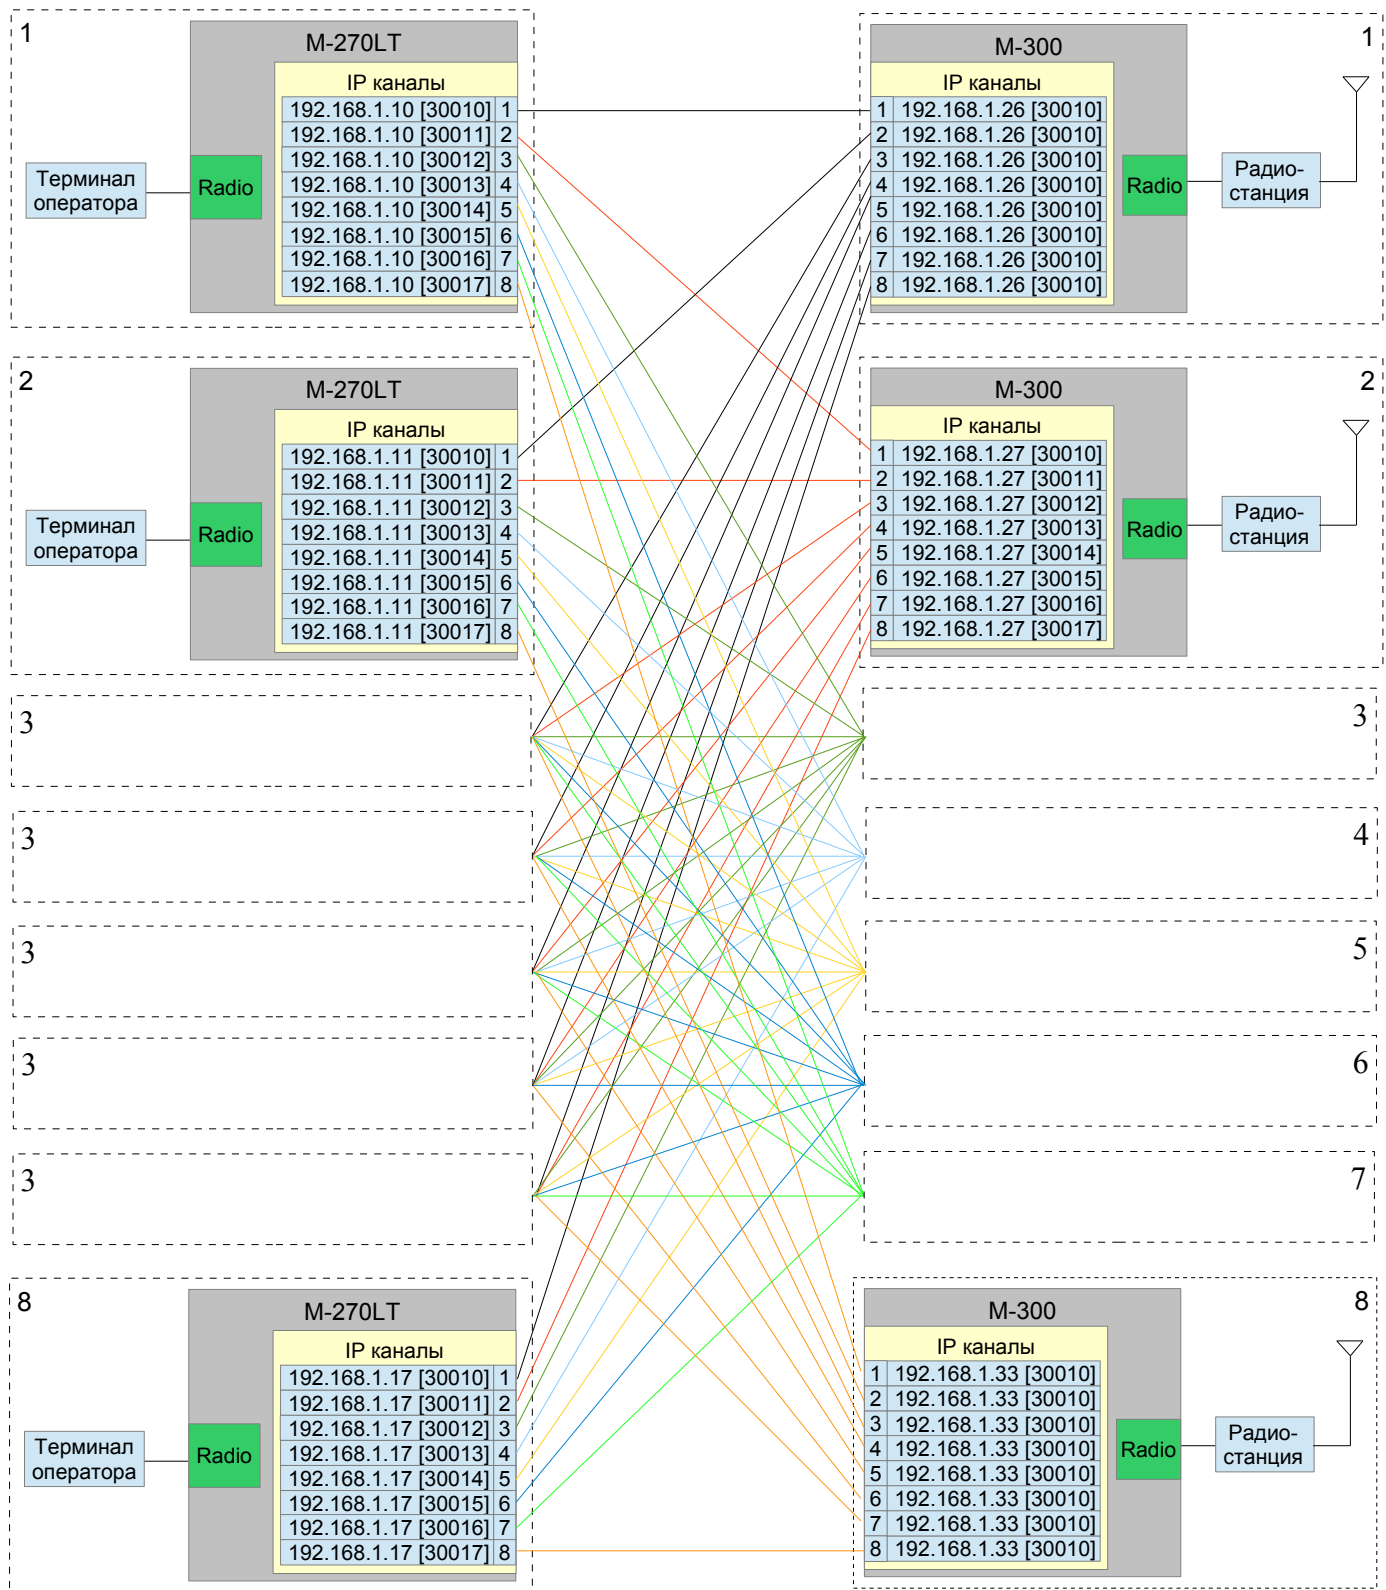

Рис. 4.6.5 Схема IP соединений для работы группы операторов с группой радиостанций.
- Динамически, в этом случае все IP каналы имеют идентичные значения IP адреса и номера портов (рис. 4.6.5, контроллер М-300 №1) . При данных параметрах подключение контроллеров М-270LT выполняется на первый свободный IP канал.
- Статически, в этом случае каждый IP канал имеет индивидуальные значения IP адреса и/или номер порта (см рис. 4.6.5 контроллера М-300 №2).